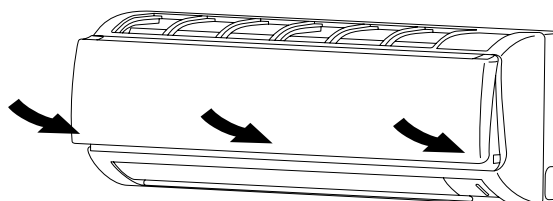

Abb. 3-90
- b) Auf die untere rechte und links Ecke sowie die Mitte des Lufteinlassgitters drücken, um es an der Inneneinheit einrasten zu lassen. (Abb. 3-90)